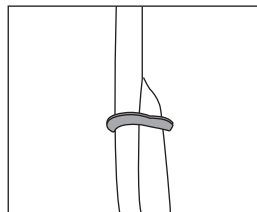

Рис. 2.3
- после соединения рукоятки прикрепите к ней клипсу крепления кабеля (рис. 2.3).